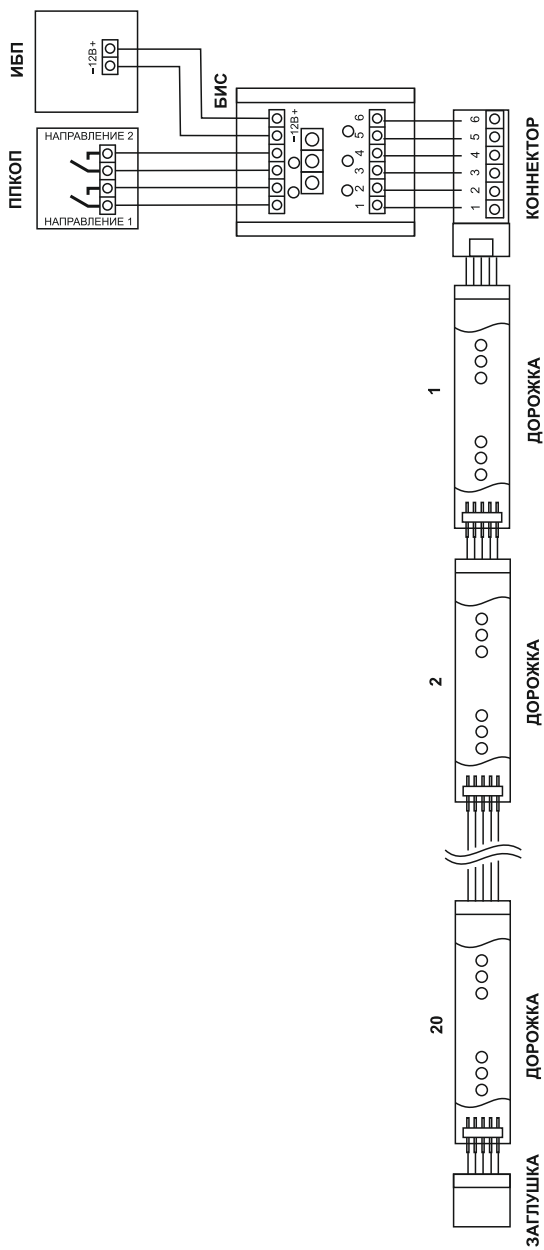

Рис. 4. Схема соединений системы СИЯНИЕ для 20 оповещателей ДОРОЖКА
1. Увеличение количества световых оповещателей ДОРОЖКА до 20 штук при использовании оконечной платы (Рис. 4).